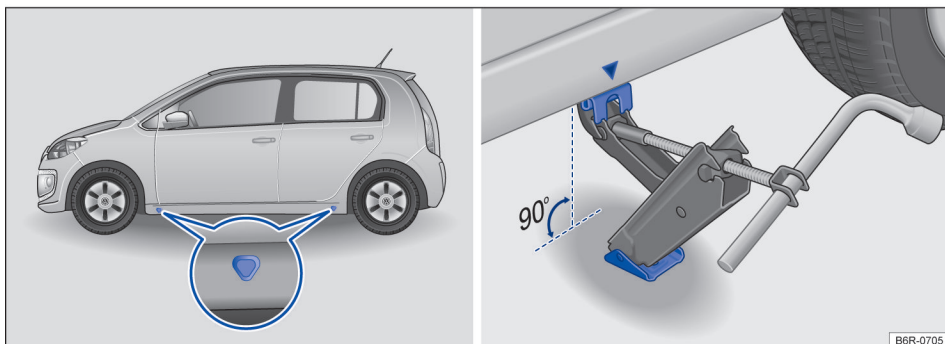

Fig. 146 Pontos de apoio do macaco e macaco posicionado no lado esquerdo traseiro do veículo.
A figura → Fig. 146 ilustra, como exemplo, os pontos de apoio do macaco nos veículos 4 portas. Os veículos 2 portas seguem o mesmo conceito.
O macaco somente pode ser posicionado nos pontos de apoio indicados (marcação na carroceria) → Fig. 146. É válido o ponto de apoio localizado próximo à roda correspondente → ⚠️.
6. Procurar sob o veículo o ponto de apoio do macaco → Fig. 146 mais próximo da roda a ser trocada.
8. Garantir que a base do macaco, com toda sua superfície, esteja sobre o chão e que a base se encontre perpendicularmente abaixo do ponto de colocação → Fig. 146.
9. Alinhar o macaco e, simultaneamente, levantar a garra do macaco até ela se encaixar na travessa debaixo do veículo → Fig. 146.
- Posicionar o macaco somente nos pontos indicados. A garra do macaco deve se encaixar no perfil da longarina de forma segura → Fig. 146.